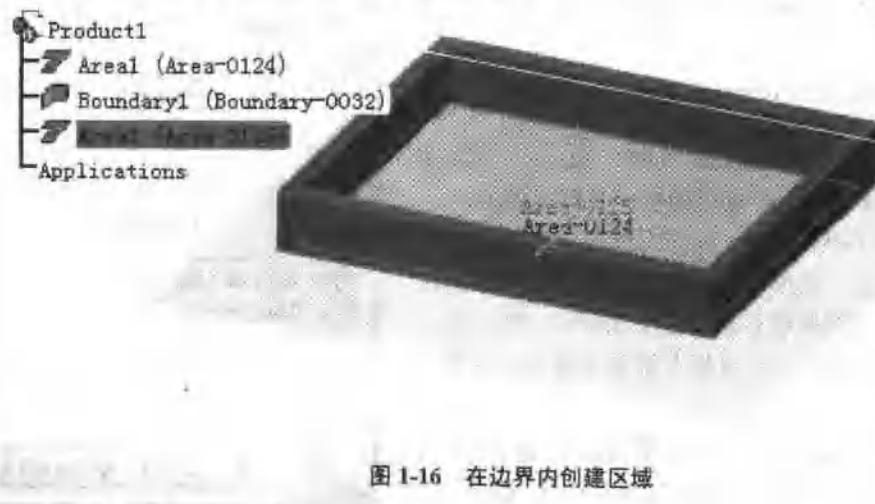

图 1-16 在边界内创建区域
在某些情况下，设计时需要在已经存在的某个边界（比如某个围墙、车间内部的地面等等）内划分一个单独的区域，以便更方便地对这个区域进行规划。比如已经存在如图 1-16 所示的围墙，要在围墙内创建一个新的区域，方法如下。
- (3) 用鼠标在边界 (围墙) 内左击, 则建成的区域如图 1-16 所示。在左边的树状目录中可以看到, 已经存在的区域是 Area1 (Area-0124), 而建的区域是 Area2 (Area-0125), 在树状目录中单击, 图中的高亮显示部分即为该区域。